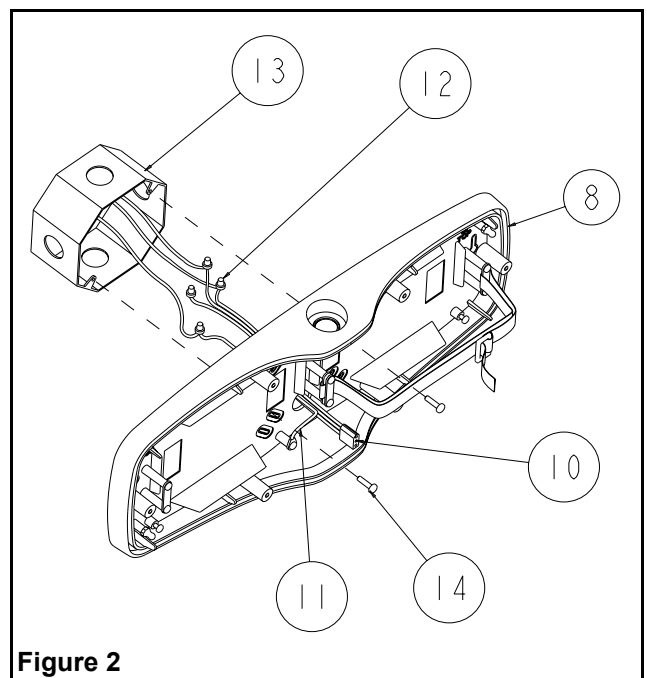

Figure 2
#### Montage mural, sur boîte de jonction (figure 2).
- b. Enlever le cordon d'alimentation (10) du module électronique. Connecter le cordon à l'alimentation C.A. à l'aide de marettes (voir figure 2). Se référer aux instructions de branchement de la page 2.
- c. Installer le joint d'étanchéité (9) sur la plaque arrière (8). Passer le cordon d'alimentation et le fil de mise à la terre dans les trous de la plaque arrière (voir figure 2). Installer sur la boîte de jonction à